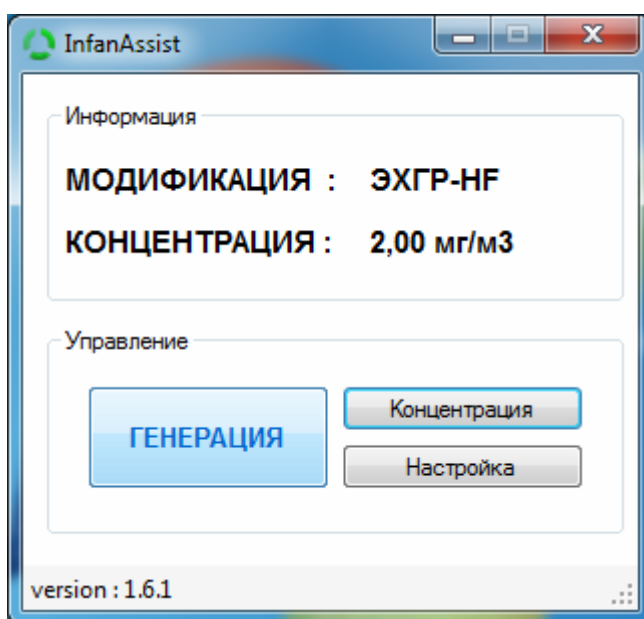
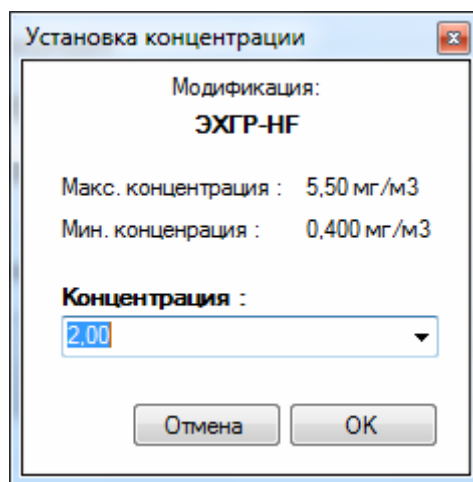
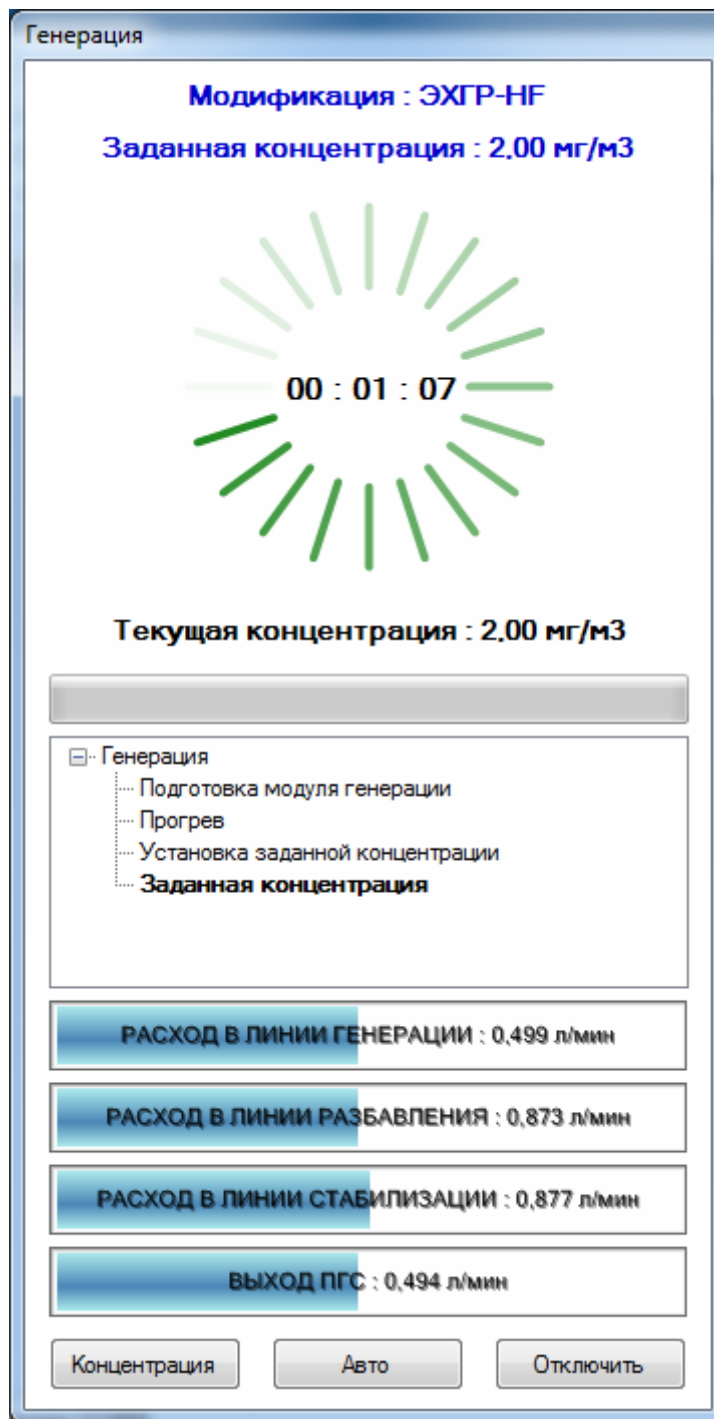
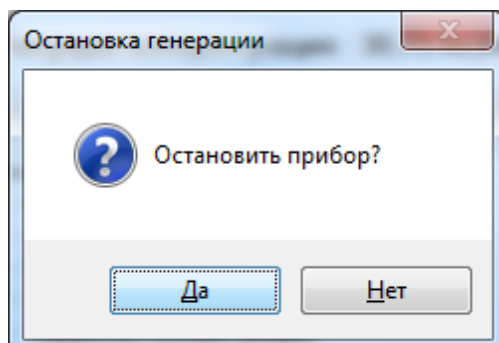

Рисунок 3 Главное окно программы
Рисунок 5 Установка концентрации
Рисунок 8 Окно режима генерации
Рисунок 13 Диалоговое окно остановки генератора
2.4.2 Запустить программу управления генератором. Для запуска программы необходимо запустить иконку на рабочем столе Windows «InfanAssist HF», либо иконку в главном меню Windows «Пуск → Программы → InformAnalytica → ИНФАН → InfanAssist HF». После запуска «Infan Assist» на экране монитора появится главное меню управления программой. Главное меню программы представлено на рис. 3.
Для запуска прибора необходимо указать концентрацию фтористого водорода для генерации, вызвав окно выбора концентрации нажатием кнопки «Концентрация» в главном окне программы (см. рис. 3). Окно выбора концентрации представлено на рис. 5.
2.4.7.1 Окно режима генерации программы предназначено для отображения текущего состояния, концентрации и непосредственного управления генератором (рис. 8).
Изменение заданной концентрации осуществляется нажатием кнопки «Концентрация» в нижней части окна режима генерации (см. рис. 8) и соответствует порядку действий в п.2.2. После подтверждения изменения концентрации (см. рис. 5) :
Окно настройки автоматического режима вызывается нажатием кнопки «Авто» в окне режима генерации (см. рис. 8). Окно настройки автоматического режима разделено на три группы: «Шаги автопереключения», «Алгоритм автопереключения», «Цикл автопереключения» (рис. 9).
Программа перейдет в режим управления автогенерацией. Далее откроется окно режима генерации (см. рис. 8), в котором список заданий прибора будет заполнен в соответствии с установленным алгоритмом автопереключения. Шаги автогенерации будут выполняться автоматически.
Остановка генерации осуществляется нажатием кнопки «Отключить» в окне режима генерации (см. рис. 8) — в появившемся диалоговом окне с вопросом «Остановить прибор?» (рис. 13) об отключении прибора нажмите кнопку «Да» для остановки генератора, либо нажмите кнопку «Нет» для отключения только программы.